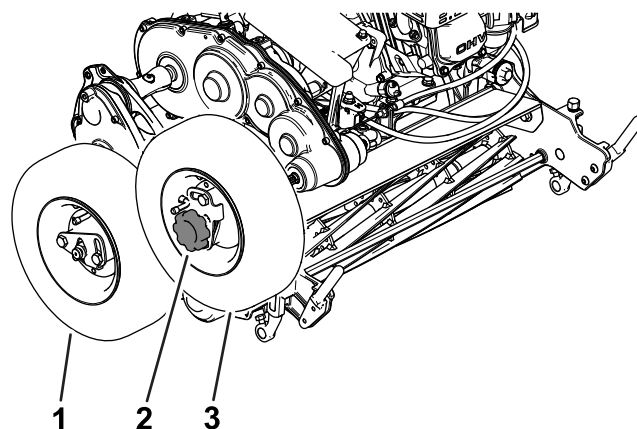

Figure 11
3. Montez les roues de transport sur l'arbre de roue droit et le moyeu d'entraînement ; voir Figure 11.
5. Installez le bouton sur la roue au bout du moyeu d'entraînement (Figure 11).